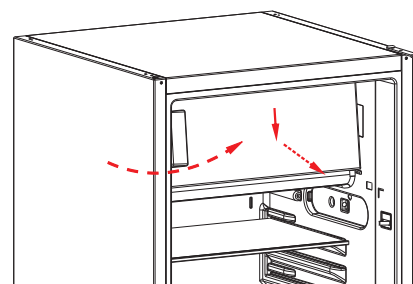

Fig. 9
- ▶ Anbring frostboks døren på frostboksen igen, ved at skubbe frostboks døren let skråt opad nede fra (fig. 9). Sørg for at tappene på dørens overside sidder i udsparringen på apparatet, og at tætningen lukker korrekt med frostboksens kant.